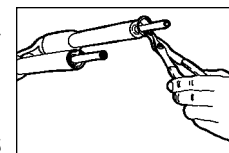

Fig. 7
2. Retirez les anneaux élastiques en bas des tubes supérieurs avec des pinces à anneaux élastiques internes à bouts fins. (Voir Fig. 7).